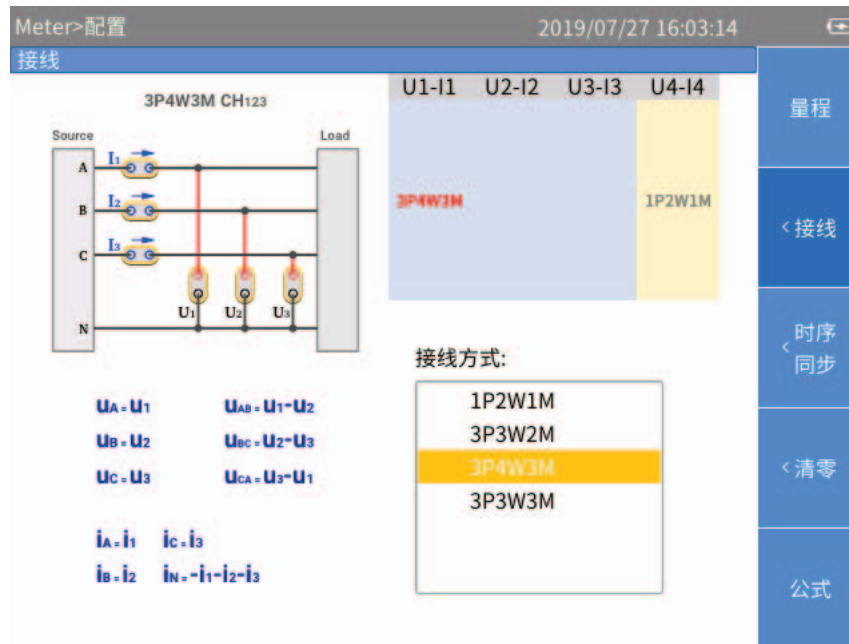

图 12. 接线
2. 接线方式的设置界面如图 12 所示。
1. 在如所示接线图 12 界面，利用控制面板上的左、右导航箭头 (← →) 键，选中**通道配置**中的某个通道或接线组。被选中通道 / 接线组的接线方式高亮表示。